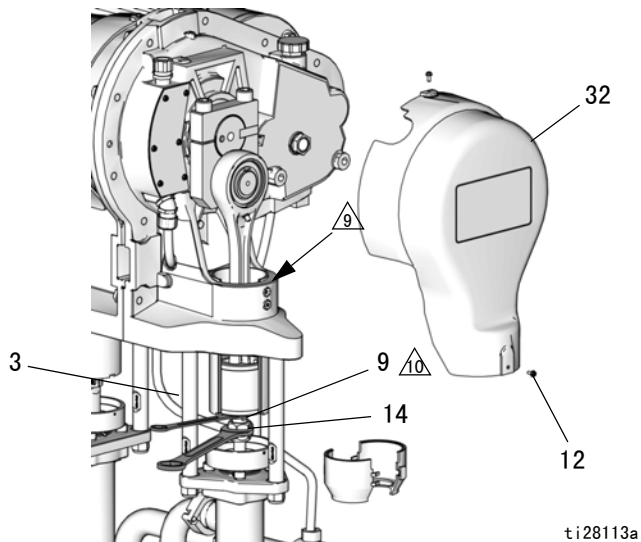

图 16. 卸下联接螺母
4. 卸下两个螺钉（12）和盖子。图 16 显示的是马达对侧的盖子（32）；马达侧的盖子是（21）。